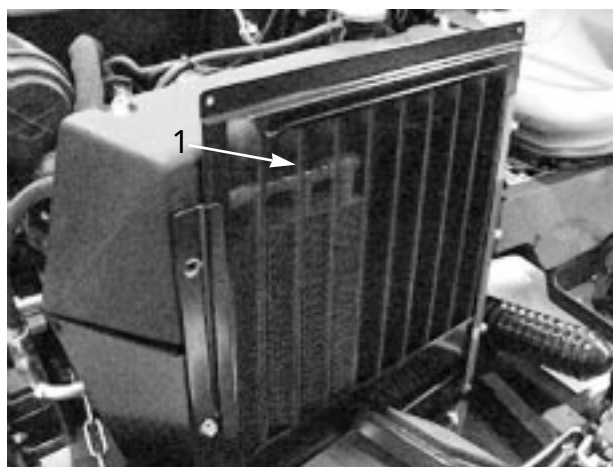
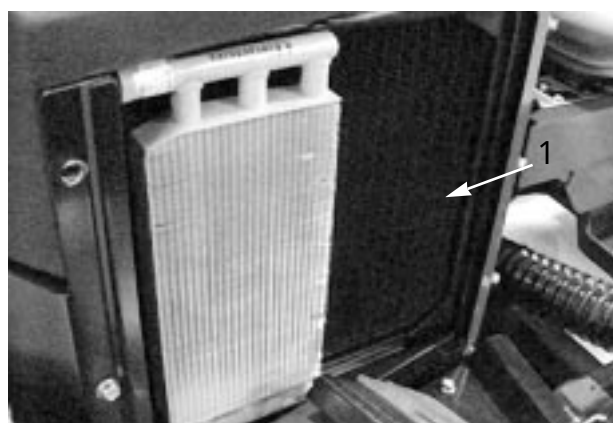

図 23
図 24
1. ラジエター（図24）スクリーン（図23） オイル・クーラ（図24）に付いているホコリを取る。この部分は毎日の点検清掃が必要、ホコリの多い環境では数時間おきに点検する。清掃要領については40ページを参照のこと。